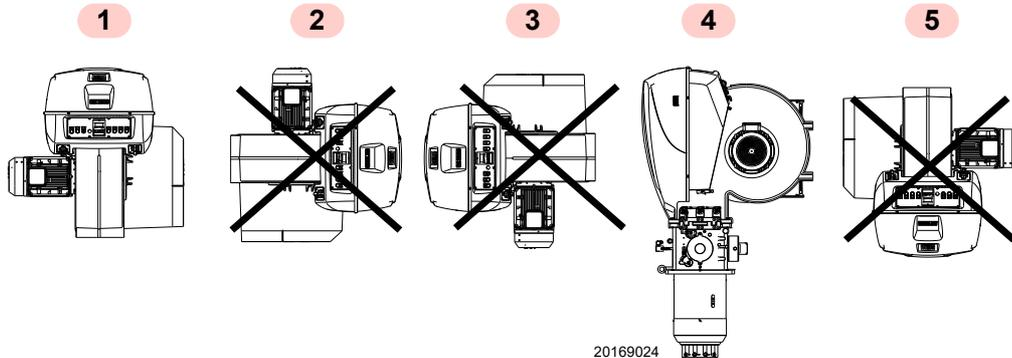

Abb. 9
- Der Brenner kann ausschließlich in den Stellungen 1 und 4 (Abb. 9) betrieben werden.